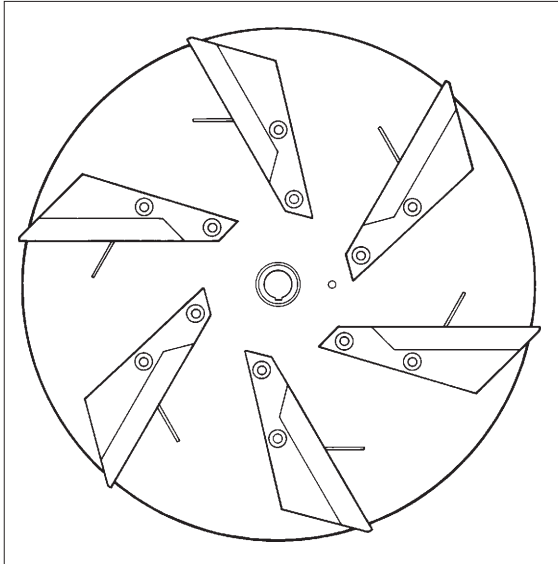
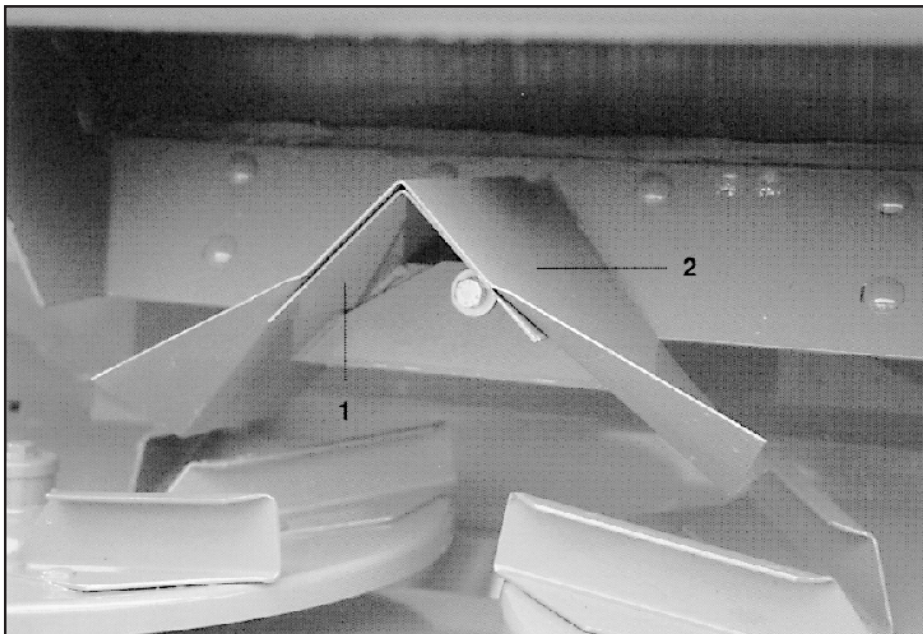
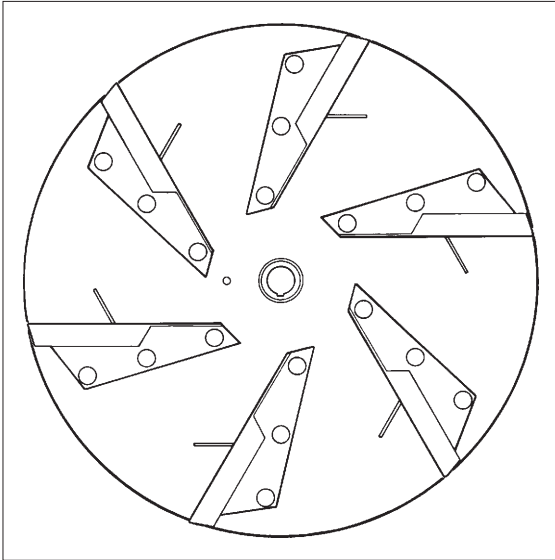

Fig. 7.3
Fig. 7.4
Fig. 7.5
Alla bulkspridare är utrustade med en fast monterad fördelarplåt (bild 7.4/1) för spridning av fuktig konstgödsel med ZG-B spridartallrikar (bild 7.3).
Vid spridning av granulerad konstgödsel med ZG-B spridartallrikar (bild 7.3) måste en extra fördelningsplåt (bild 7.4/2) monteras för att optimera nersläppningspunkten på tallrikarna. Den extra fördelningsplåten skruvas enkelt fast över den fasta fördelningsplåten (bild 7.4/1).
Vid spridning av stora mängder Carbo-Kalk med Carbo-Kalk spridartallrikar (bild 7.5) skall två styrplåtar (bild 7.6/1) och en ledplåt (bild 7.7/1) monteras. Dessförinnan skall fördelningsplåten (bild 7.4/2) demonteras.
- tag bort den ev. monterade extra fallplåten (bild 7.4/2).